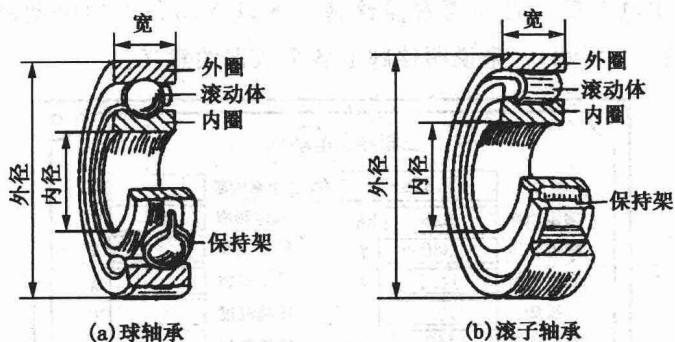

图 1-8 滚动轴承的构造
(2) 轴承。轴承由外圈、内圈、保持架及滚动体组成。它的外圈紧套在端盖中心的圆孔中，内圈则紧套在转子轴上，如图 1-8 所示。当转子转动时，内圈随之转动，外圈则因与轴承端盖紧密配合而不动，两圈之间装有滚动体并涂有润滑脂，以减小摩擦。
(3) 端盖。端盖由铸铁浇铸而成，其作用是把转子支承在定子内腔的中心。
(4) 轴承盖。轴承盖也由铸铁铸成，其作用是固定转子轴